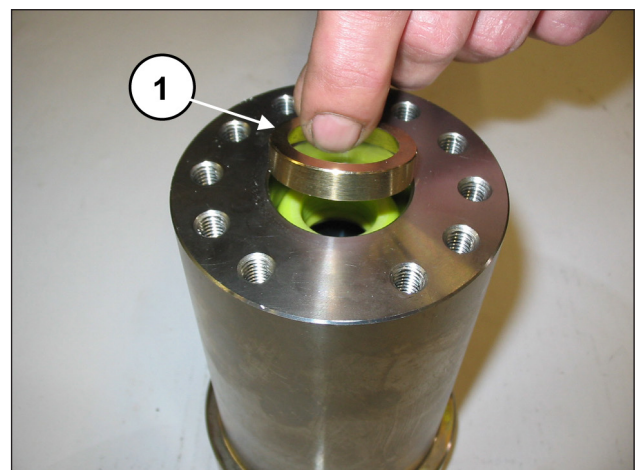
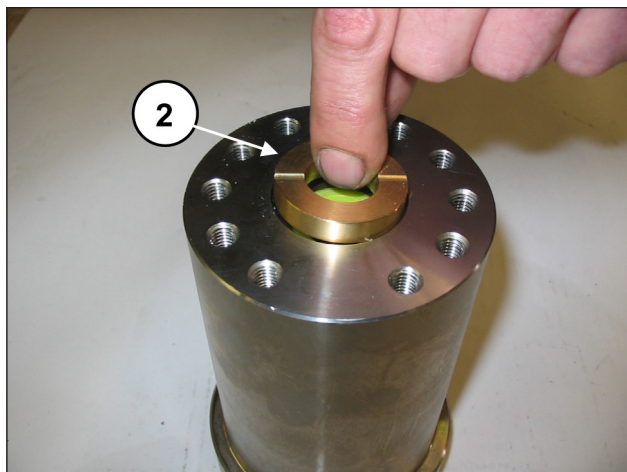
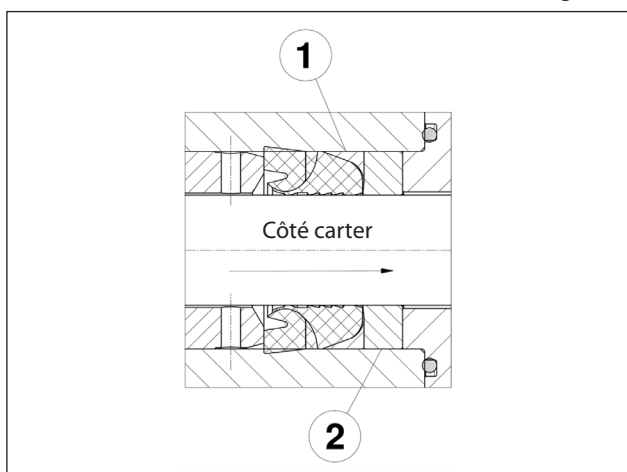

Fig. 136
Fig. 137
Fig. 138
Introduire la bague anti-extrusion et la douille des joints (rep. ① et ②, Fig. 136, Fig. 137 et Fig. 138).
Introduire la douille pour joints ② dans la chemise avec les deux orifices d'évacuation tournés vers l'extérieur (côté carter) comme le montre la Fig. 137.